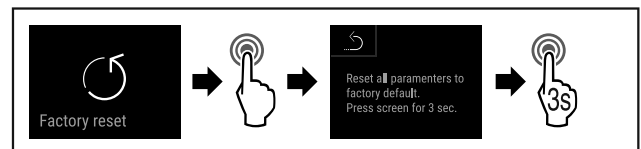

Fig. 105
- ▶ Выполните шаги действия (см. Fig. 105).